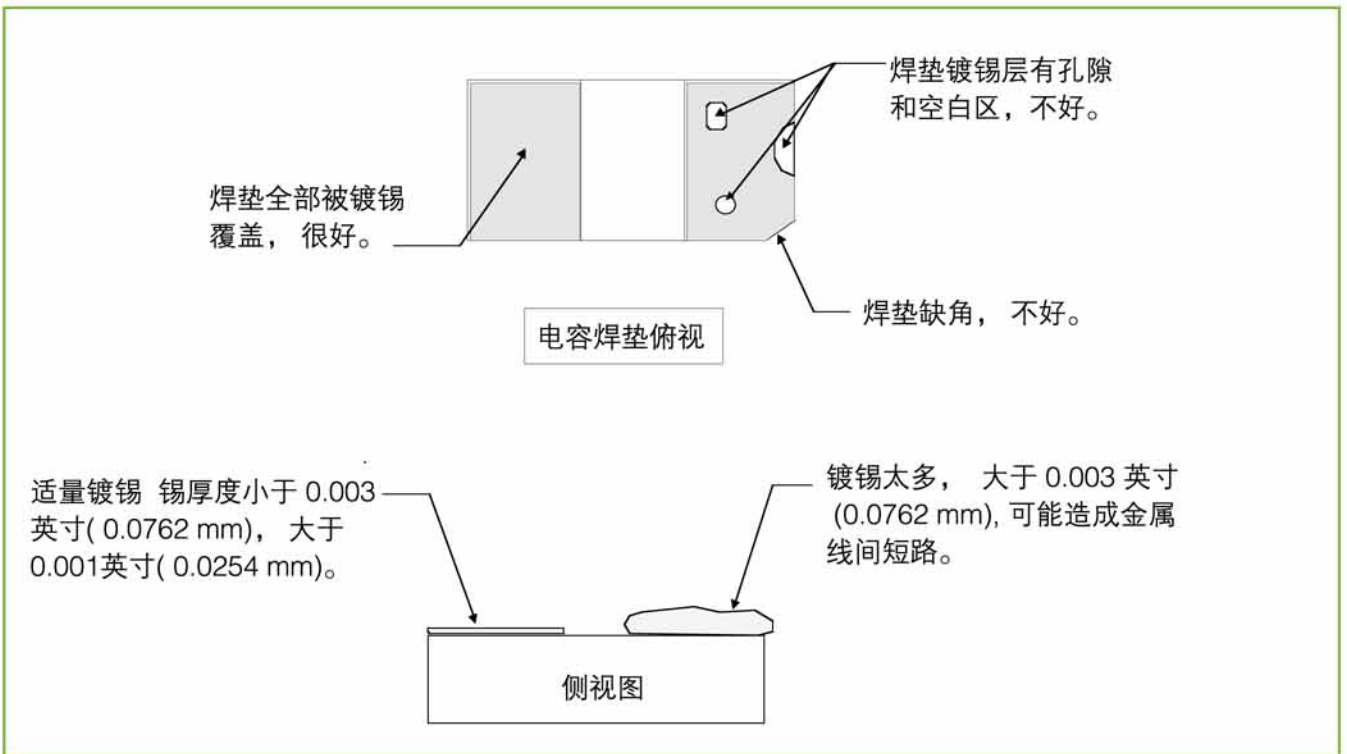

图2 怎样检查镀锡结果
- 11) 为得到合格焊点，电容需要用和焊垫用锡相同的锡来预先镀锡。电容镀锡方法是蘸锡和回流焊。(焊锡用量请参考图2) 使用以上两种方式时需要注意不能让电容受到热冲击。做法是把电容在加热板上预热，加热板温度设定在约 125°C 。注意在焊接电容到基板之前要彻底清洁电容。